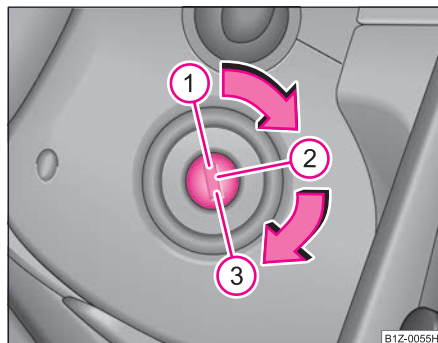

Fig. 129 Pozițiile cheii în contact
- Motorul se oprește prin rotirea cheii în contact în poziția ① ⇒ pagina 139, fig. 129.